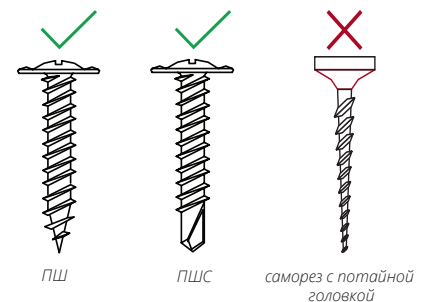

Рисунок 11
**Запрещено** использовать саморезы с потайной головкой (рис. 11).